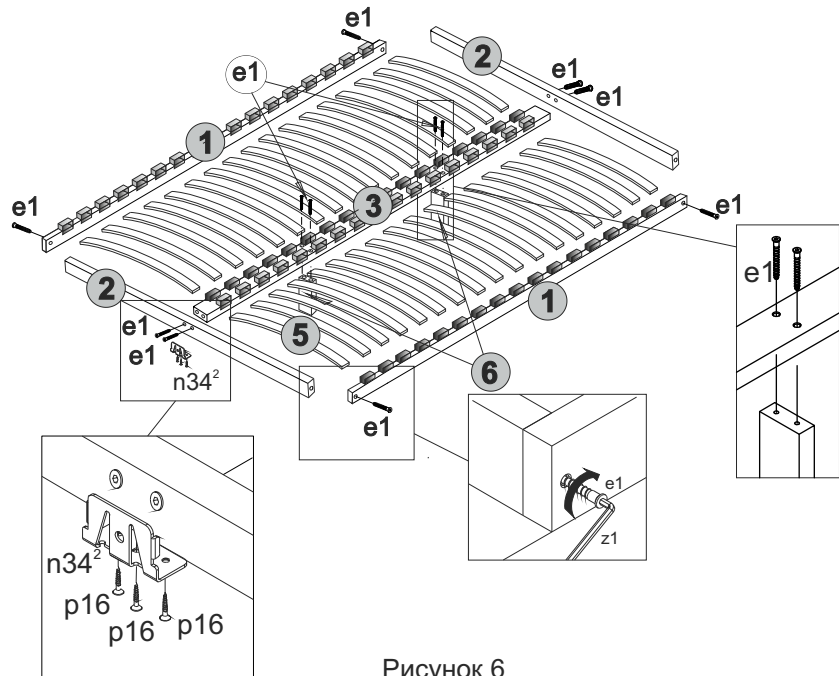

Рисунок 6
2. К бруску центральному **3** закрепить конформатами **e1** ножки **6**, пользуясь специальным ключом **z1**. (см. рис. 6).